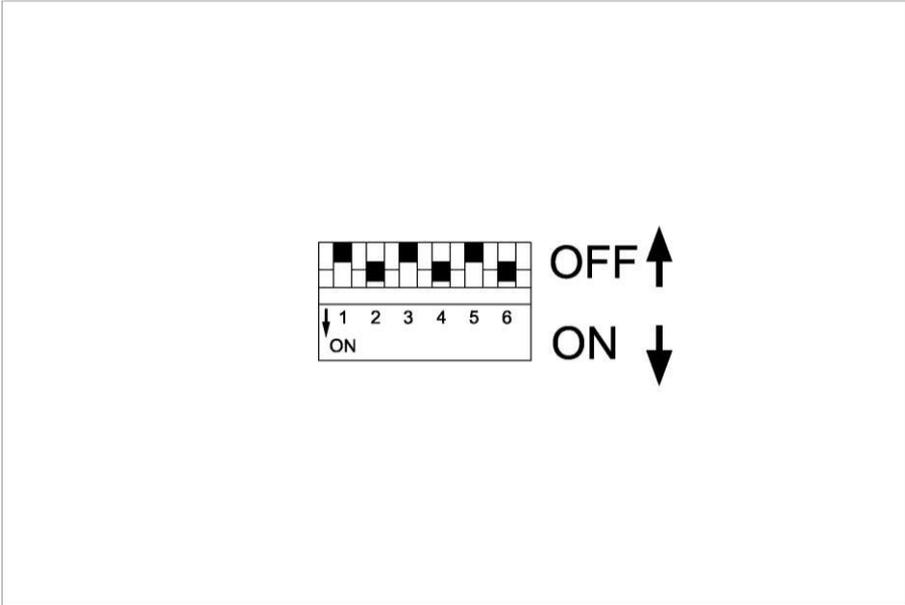

Abbildung 11 Schalter
3. Schaltfeld S1 zur Auswahl der Ladespannung, der Ladezeitbegrenzung und des Stromversorgungsmodus (siehe auch Abbildung 11 Schalter, Seite. 7)